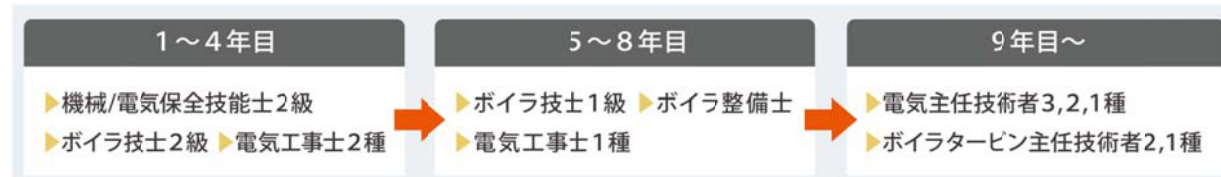

図11 運転員への資格取得サポートプラン（例）
- 教育プログラムに基づき、全運転員の専門資格取得をサポート（図11）